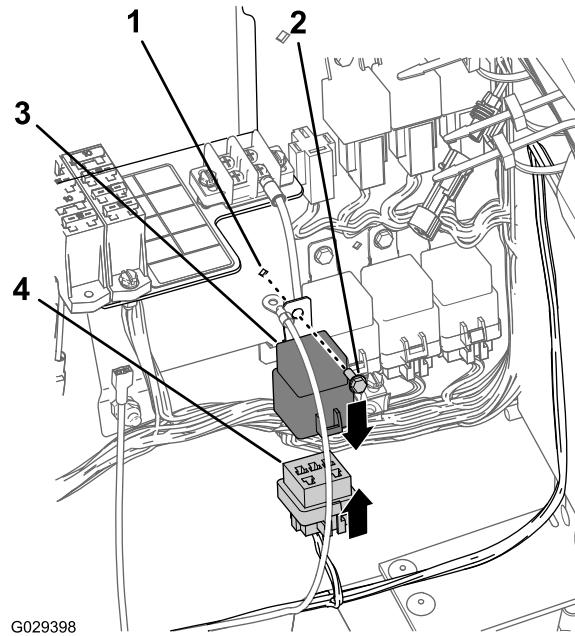

図 18
- エンジルーム用の 197cm の枝についている5口ソケットを、リレーに合わせる図 18。
- コネクタのソケットにリレーのピンを挿入する図 18。
- リレーの取り付けタブについている穴を、配線パネルの穴に合わせる図 18。
- パネルにリレーを固定する図 18 フランジヘッドボルト#10-24 x 1/2 インチを使用する。